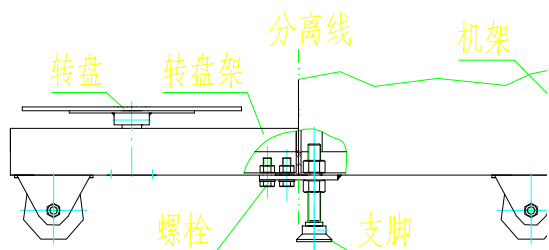

图4 分离转盘架简图
5.1 将机器放置在水平的工作场地，确保机器工作平稳可靠。若肉丸成型后直接入锅油炸，可将机架中间的活动支脚调整好，卸去紧固螺栓，把转盘架拆去（参见图 4），并将机器出料口与油锅保持高度固定好。